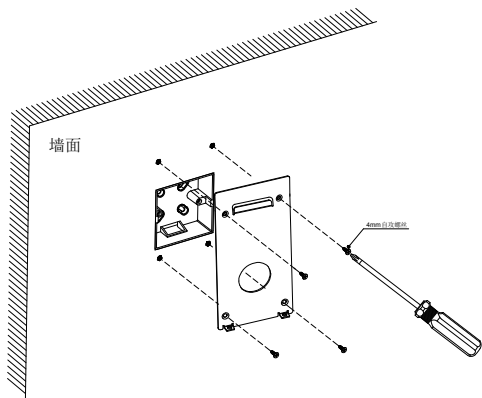
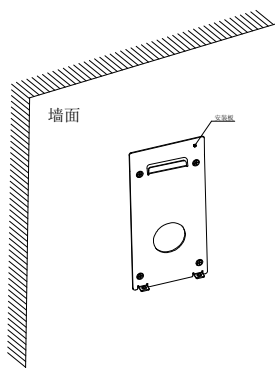

图 4-1
图 4-2
- 1、用螺丝刀和4 mm自攻螺丝将安装板锁紧至与墙面贴平,如图4-1所示,安装后效果如图4-2所示